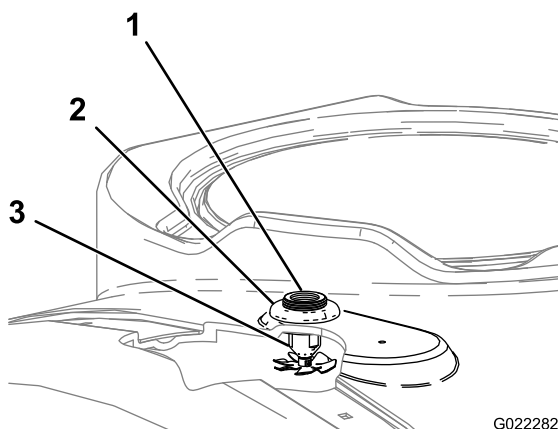

Figura 6
2. Instale um conjunto de bicos através dos furos perfurados (Figura 6).
3. Instale a porca flangeada de plástico sobre as roscas expostas no anteparo na parte superior do depósito (Figura 6). Certifique-se de que o vedante está correctamente colocado entre a uniões do anteparo e o lado inferior do depósito.